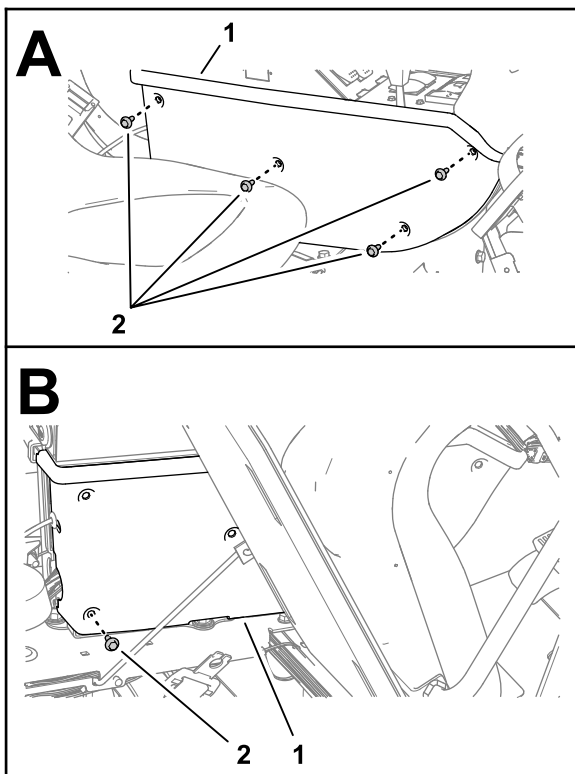

図 110
3. 4本のフランジヘッドキャップスクリュー (1/4 x 3/4") を使ってサイドパネルをコンソールフレーム (図 110) に組み付けます。
4. シートを前方に傾けて、下後部のフランジヘッドキャップスクリューを取り付けます (図 110)。